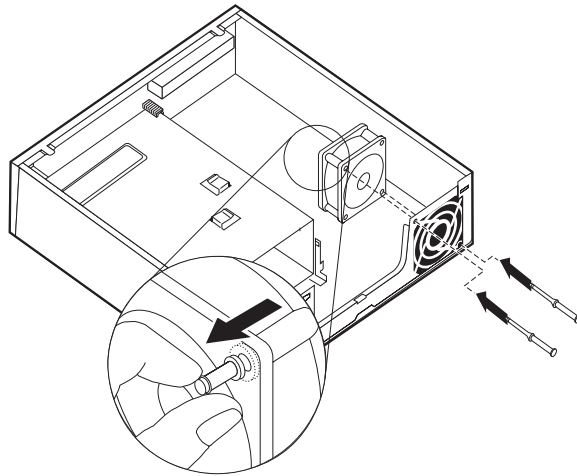

图 20. 更换系统风扇组合件
9. 如图 20所示，将两个长的橡胶座安装到机架后部。推橡胶座直到经过机架的孔。如果必要，请从机架内部将橡胶座拉过机架孔。